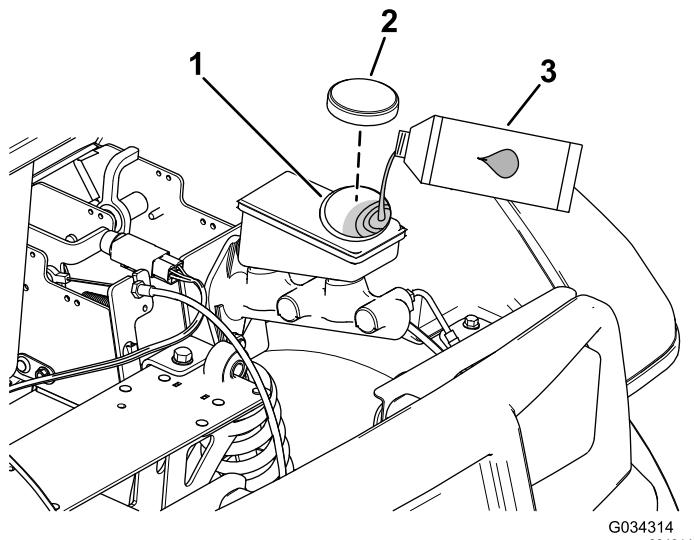

Figura 54
- Limpe a zona em redor da tampa do reservatório e retire-a (Figura 54).
- Coloque a tampa do reservatório (Figura 54).
- Eleve novamente o capot para obter acesso ao cilindro principal do travão e reservatório (Figura 54).